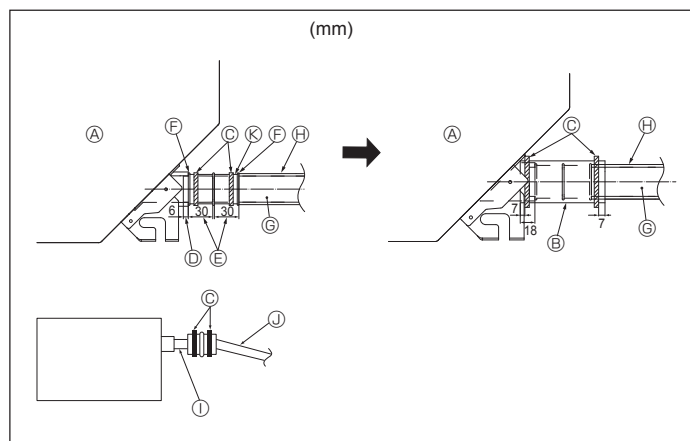

Fig. 5-2
1. Συνδέστε τον ακροσύνδεσμο αποχέτευσης (που παρέχεται μαζί με τη μονάδα) στο άνοιγμα αποστράγγισης. (Fig. 5-2) (Προσαρμόστε τον σωλήνα χρησιμοποιώντας αυτοκόλλητο PVC και ασφαλίστε τον με την ταινία.)